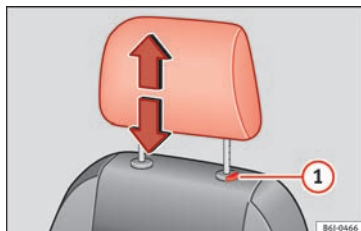

Fig. 143 Encosto de cabeça dianteiro: ajuste ou desmontagem.
- Pressione a segurança **1** »» **Fig. 143** e extraia o encosto de cabeça.